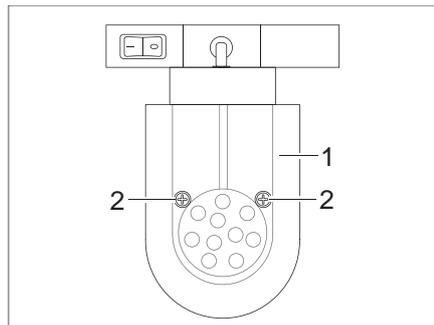

Bild 287 LED-Spotleuchte (verschiebbar)
- Befestigungsschrauben (Bild 287,2) lösen.
- Lampenglas (Bild 287,1) vorsichtig abnehmen.